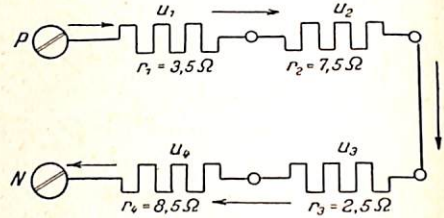

Abb. 18 (zu Aufg. 56).
56. a) Wie groß ist die Netzspannung U an den Klemmen P und N , wenn die Stromstärke J 10 Ampere beträgt? b) Wie groß sind die Einzelspannungen u_1 ; u_2 ; u_3 ; u_4 ? (Abb. 18.)